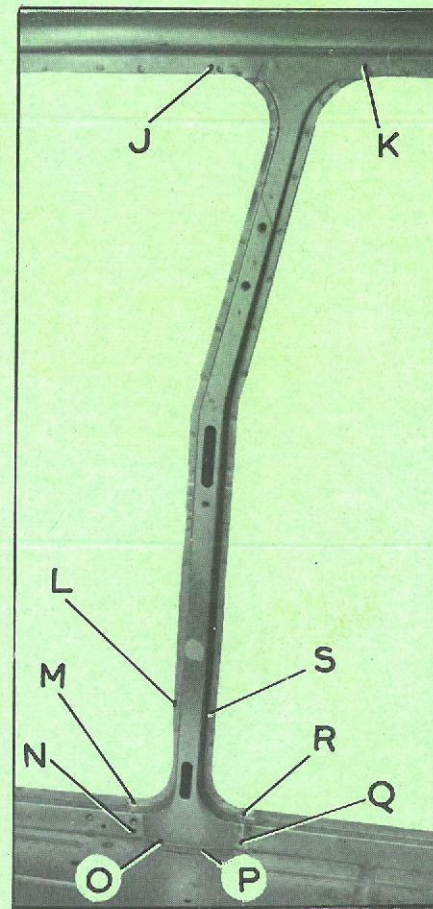

Fig. 2
JK (fig. 2)
LM, MN, SR, RQ (fig. 2)
et les points O, P (fig. 2)
5. Débraser suivant : MN, RQ (fig. 2)